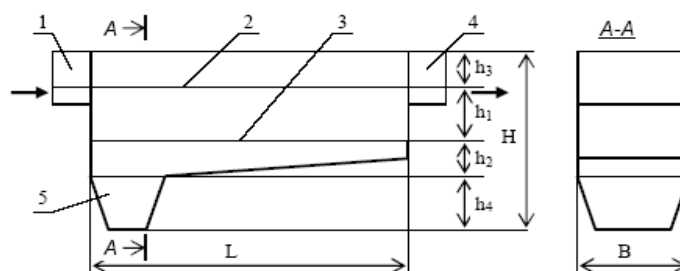

Рис.2. Песколовка горизонтальная
2) Длину песколовки (рис. 2) вычисляют по формуле:
6) Начертить схему горизонтальной песколовки (рис.2) с полученными размерами.